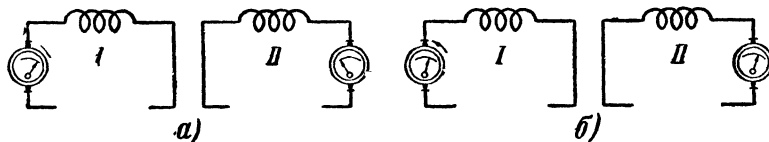

Рис. 8. Направление тока индукции.
**Любознайкин.** — Индуктированный ток, надо тебе сказать, обладает очень плохим «характером»: он находится всегда в противоречии с индуктирующим током. Если последний течет, увеличиваясь в одном направлении, то индуктированный ток потечет в противоположном направлении (рис. 8).